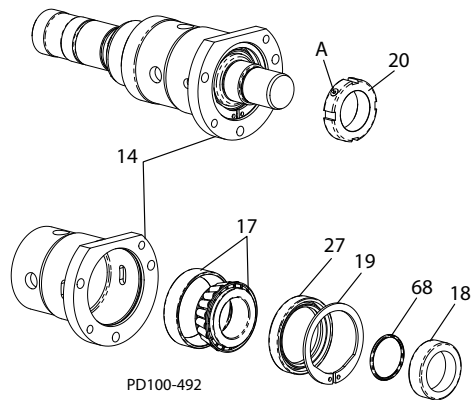

Figura 42 - Remover os Mancais
1. Afrouxe o(s) parafuso(s) de aperto de bloqueio (Figura 42, item A) nas porcas de ajuste dos mancais (item 20) e remova as porcas de ajuste dos mancais.